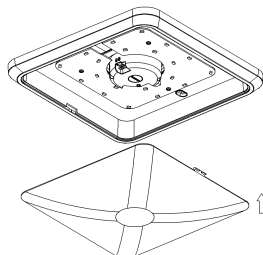

Abb.3
4. Befestigen Sie den Diffusor an der Decke der Decke. (Abb. 3)